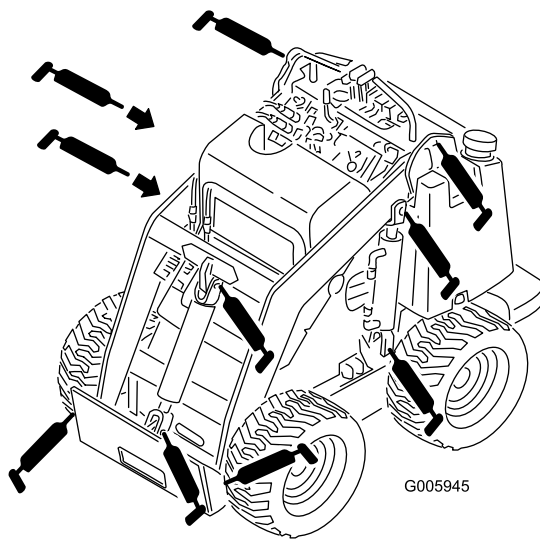
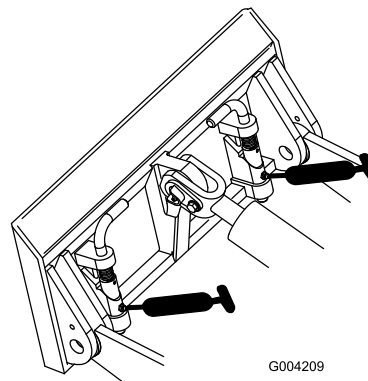

Figura 24
Figura 25
- Collegate un ingrassatore a pressione a ciascun ingrassatore (Figura 24 e Figura 25).